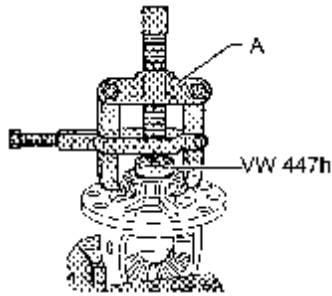

图 9-126 拉出盖板侧圆锥滚柱轴承内圈
(5) 拉出盖板侧圆锥滚柱轴承内圈可使用商业通用的双臂拉出器 A，如图 9-126 所示。